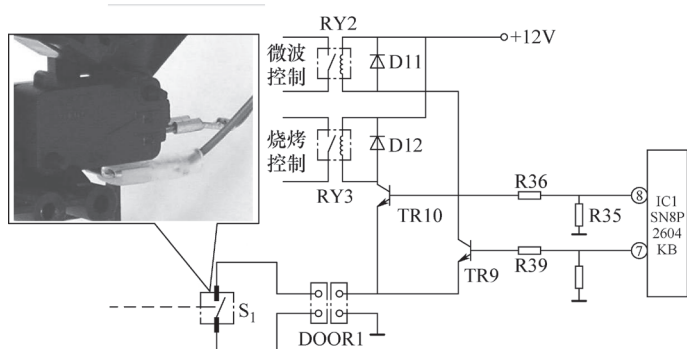

图 5-20 门联锁开关 S_1 及待机预备控制电路
该机微波和烧烤加热功能是由 IC1(SN8P2604KB)的⑦、⑧脚控制的，只有 IC1 的⑦、⑧脚输出高电平时，微波和烧烤功能才能够进行。但此时的必要条件，必须是 S_1 导通，将 TR9 和 TR10 的发射极对地接通，如图 5-20 所示。
在图 5-20 中， S_1 为门控联锁开关，它在炉门关闭时，呈导通状态，并通过 DOOR1，将 TR10 和 TR9 的发射极接地，使 TR10 和 TR9 进入预备状态。在 TR10 和 TR9 处于预备状态时，IC1 的⑦、⑧脚输出的高电平控制信号才有效。